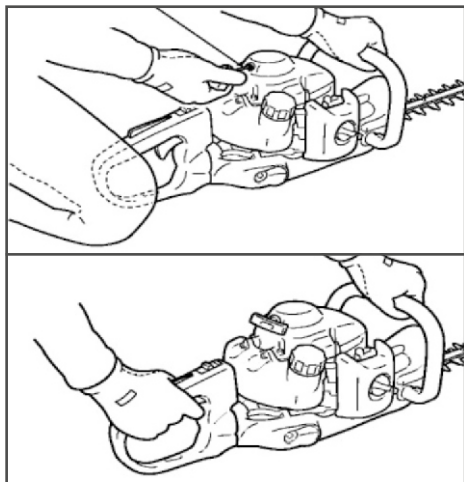

Рис. 3 Запуск двигателя
- Выберите свободный ход шнура стартера (Рис.3). Для этого потяните за ручку стартера до тех пор, пока не почувствуете сопротивление, затем
- Нажмите и отпустите курок газа (Рис. 3), при этом рычаг управления автоматически прикроет дроссельную заслонку, а двигатель перейдет в режим холостого хода.